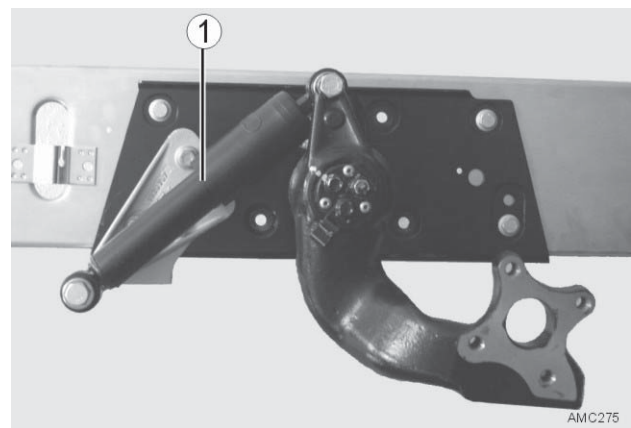

Bild 56
6. Stoßdämpfer (Bild 56 - 1) gemäß Kapitel 4.3 ausbauen.